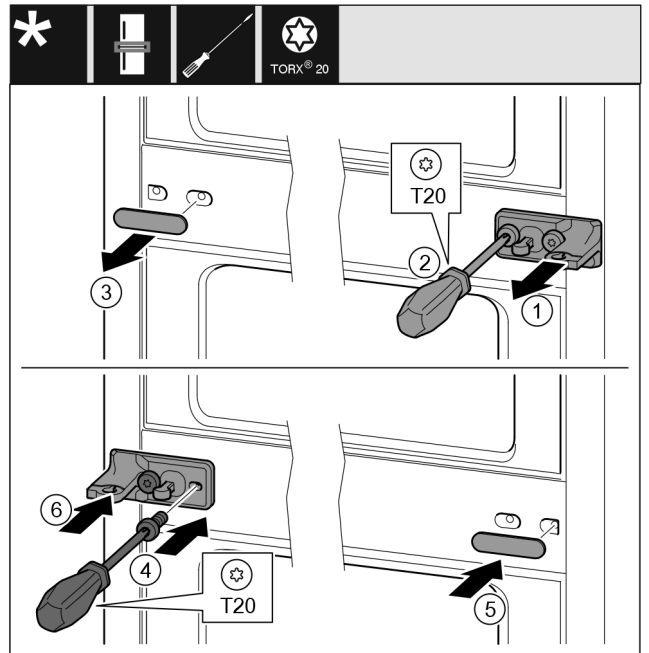

Fig. 29
- ▶ 拆下垫片 Fig. 29 (1)。
- ▶ 用螺丝刀将螺钉 Fig. 29 (2) 旋开。
- ▶ 小心拆下盖板 Fig. 29 (3)。
- ▶ 将带薄膜的托架 Fig. 29 (4) 旋转 180° 至另一侧拧紧。
- ▶ 将盖板 Fig. 29 (5) 旋转 180° 至另一侧装上。
- ▶ 从前面推入垫片 Fig. 29 (6)。